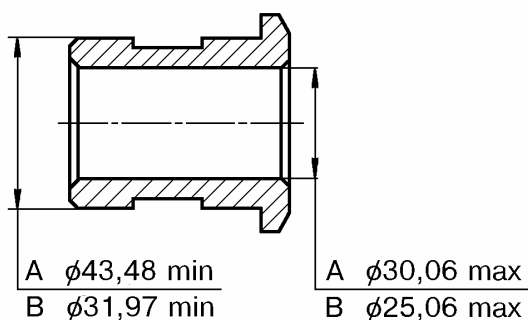

Рис.45. Втулка шестерни:
4.2.14 Втулка шестерни I передачи - 2101-1701113, рис.45 (A).
4.2.15 Втулка шестерни V передачи - 2107-1701133, рис.45 (B).
Втулка шестерни V передачи 2107-1701133 имеет меньшие наружный и внутренний диаметры, по сравнению с втулкой шестерни I передачи - 2101-1701113, рис.45.